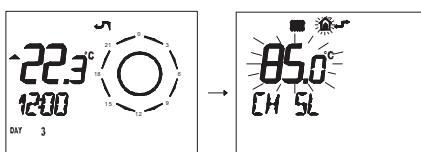

Рисунок 5.44
- Нажмите и удерживайте 3 секунды кнопку чтобы войти в режим **INFO** (Рисунок 5.44).